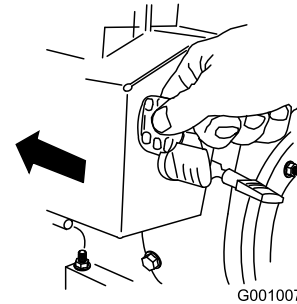

Figure 28
5. Insérez la clé de contact dans le commutateur d'allumage (Figure 28).